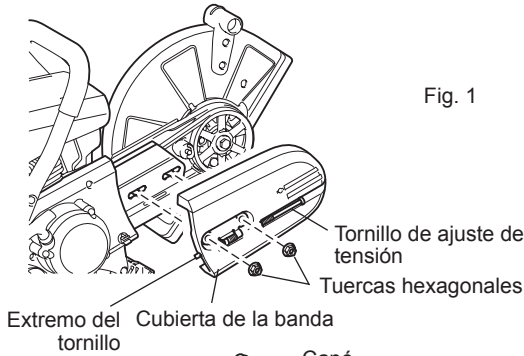

Fig. 1
- (1) Afloje la tuerca de fijación, gire el tornillo de ajuste de tensión hacia la izquierda hasta que el extremo del tornillo sea visible. (Fig. 1)
- (2) Quite las tuercas de fijación y quite la cubierta de la banda. (Fig. 1)